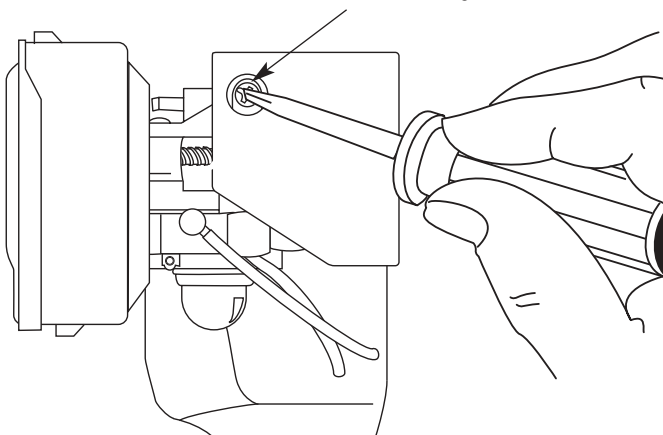

Fig. 23
La velocidad mínima del motor puede ser ajustada. Puede tener acceso al tornillo de ajuste de mínima a través de un orificio en la parte superior de la cubierta del motor (Fig. 23).
2. Suelte el gatillo del regulador y deje que el motor funcione en marcha lenta. Si el motor se para, inserte un pequeño destornillador Phillips o de vástago plano en el orificio de la cubierta del silenciador / filtro de aire (Fig. 23). Gire el tornillo de marcha lenta en sentido horario, de a 1/8 de vuelta por vez (según sea necesario) hasta que el motor funcione en mínima.